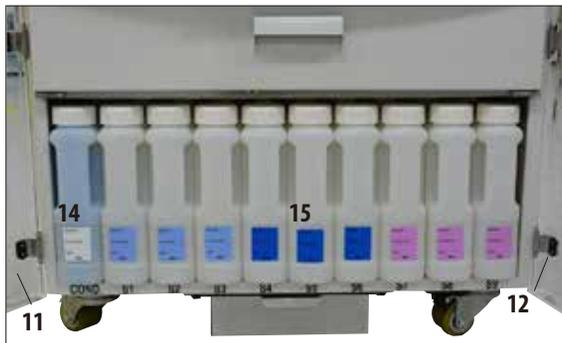

Fig. 49
- Les neuf flacons de système (15) en plastique blanc se trouvent avec le flacon de condensation bleu (14) dans le cabinet à réactifs sous les trois bains de paraffine (fig. 49).